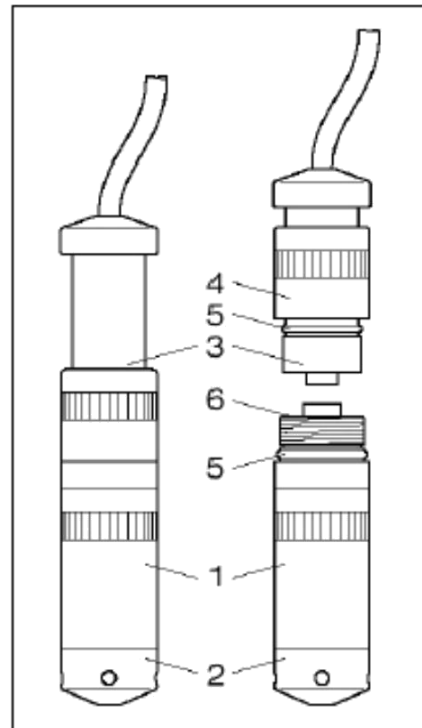

Рисунок 2.
Датчики LMP 308, LMP 308i и LMP 808 имеют разъемное кабельное соединение. Для отсоединения кабельной части (см. рисунок 2), отверните накладную гайку (4), при этом, следите за тем, чтобы корпус кабельной части (3) не проворачивался относительно корпуса датчика (1).